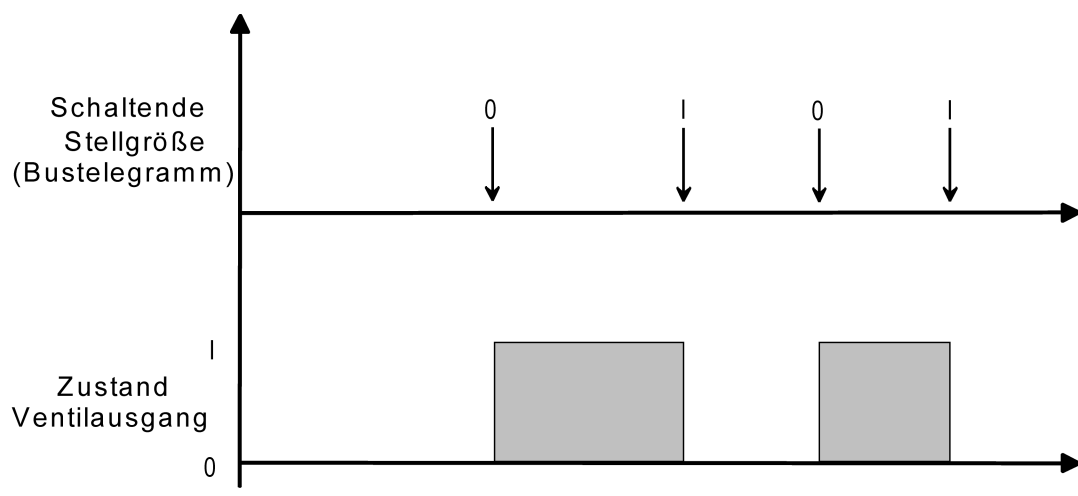

Bild 48: Umsetzung einer schaltenden Stellgröße in ein Ausgangssignal bei stromlos geöffneten Ventilantrieben (Beispiel)
- Den Parameter "Ventil-Wirksinn (Ventil im stromlosen Zustand)" einstellen auf "geöffnet". Bei schaltenden Stellgrößen wird das über das Objekt "Stellgröße" empfangene Schalttelegramm direkt an den entsprechenden Ausgang des Aktors weitergeleitet. Bei einem empfangenen "EIN"-Telegramm wird der Ausgang nicht bestromt und somit das Ventil vollständig geöffnet. Das Ventil wird durch Einschalten des Ausgangs vollständig geschlossen, wenn ein "AUS"-Telegramm empfangen wird (Bild 48).